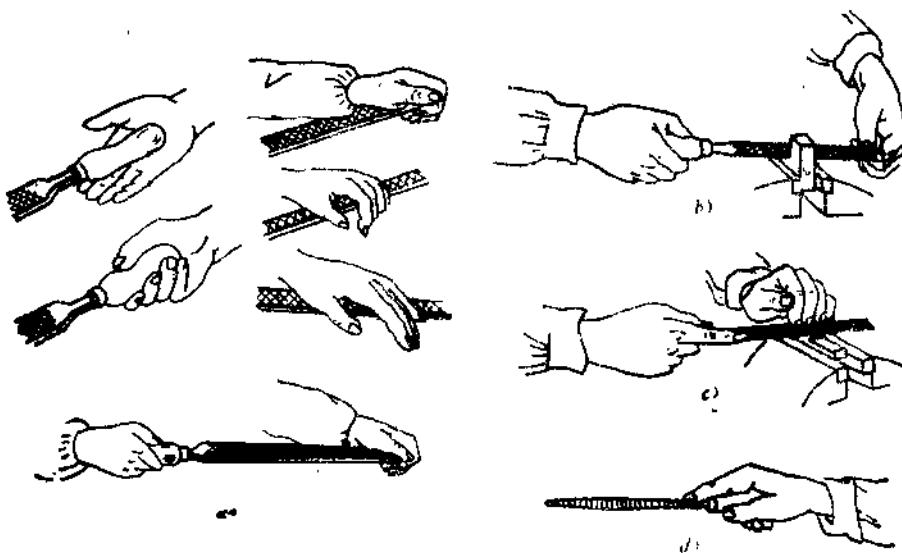

图 1-18 锉刀握法
(1) 锉刀握法 锉刀握法是随锉刀的大小形状而定的，基本握法如图 1-18 所示。
对于 250 毫米以上大尺寸锉刀的握法，如图 1-18 a 所示，用右手握紧锉刀柄，柄端抵在大拇指根部的掌心上，大拇指放在柄的上方，其余四指围绕锉刀柄。左手的握法如图所示，有三种。右手推动锉刀并决定锉刀推动方向，左手肘部适当抬起，以便协同右手使锉刀在锉削过程中保持平衡。
对于中等尺寸的锉刀，右手握法与上述大锉刀握法一样，左手只需用拇指、食指和中指轻轻扶持即可，如图 1-18 b 所示。
小尺寸锉刀和什锦锉刀常用于小平面修整，其握法如图 1-18 c 所示。最小型锉刀常常只用一只手握持即可，如图 1-18 d 所示。